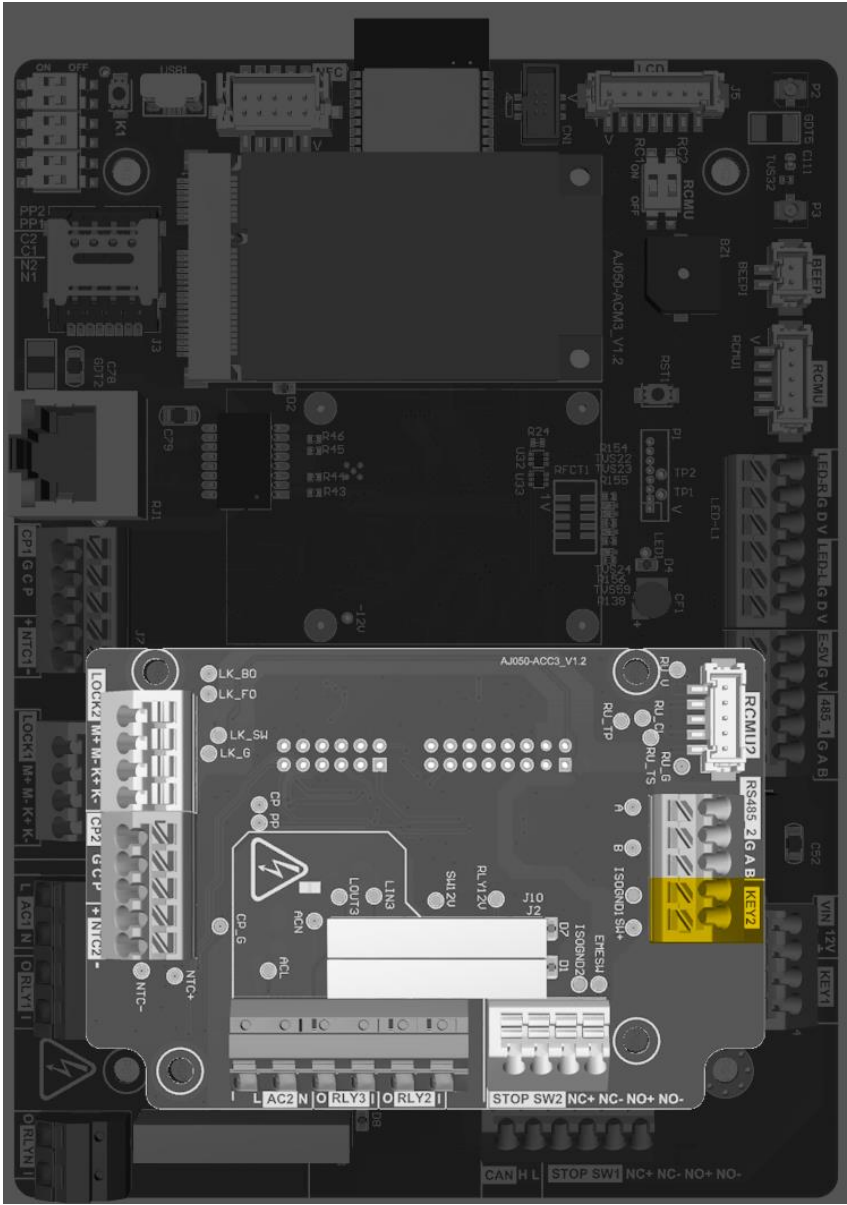

Abb. 1 Position der Klemmen KEY2
5. Lokalisieren Sie die **zwei unbelegten Klemmen** mit der Aufschrift **KEY2** auf der Tochterplatine der EV-Ladestation (siehe Abb.1).